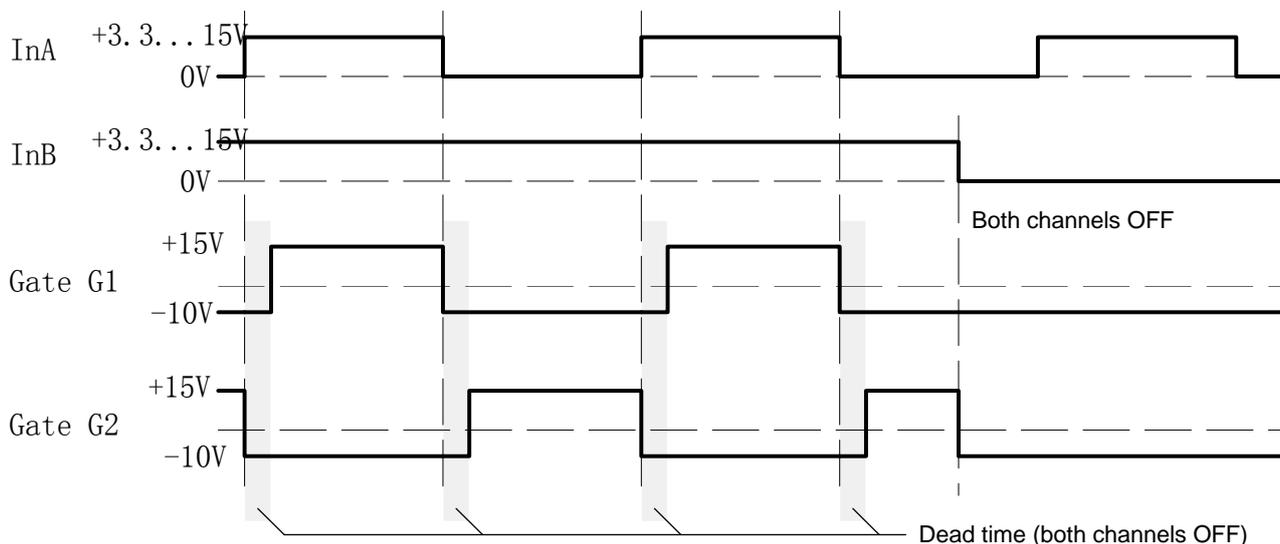

图 6 半桥模式中的信号
如果通过一个 $71k < R_m < 181k$ 的电阻和一个电容（建议值： $C_m = 22nF$ ）将MOD输入端接到GND，则选择了半桥模式，在这种模式下，输入端INA和INB的功能分别为：INA是驱动信号输入端，INB充当使能信号输入端（请参考图6）。
- 第一种模式是默认IGBT设置，使用一个15V（典型值）的正（稳压）开通电压和一个（非稳压）关断电压（如图6示）。
2SC0650P驱动器的每个通道都配有V_{ce}检测电路。推荐的外部电路如图6所示。电阻（图6中的R_{thx}）用于设置关断的参考阈值。流过R_{thx}的电流值为150μA（典型）。建议选择大约10V的阈值电压（R_{thx}值大约为68kΩ）。在这种情况下，驱动器将能可靠地进行IGBT短路保护，但是不一定能进行过流保护。过流保护的时间优先级较低，建议通过主控制器来实现。